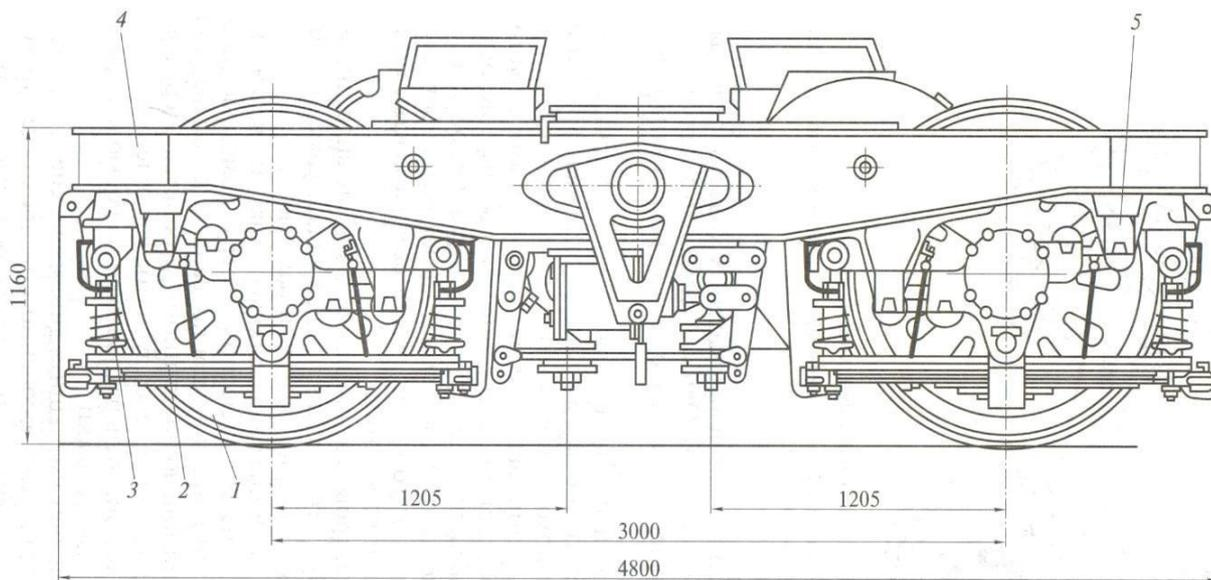

Рисунок 2.2 Тележка электровоза ВЛ80к
2. Выполнить рисунок и написать название всех элементов тележки электровоза ВЛ 80к. рисунок 2.2